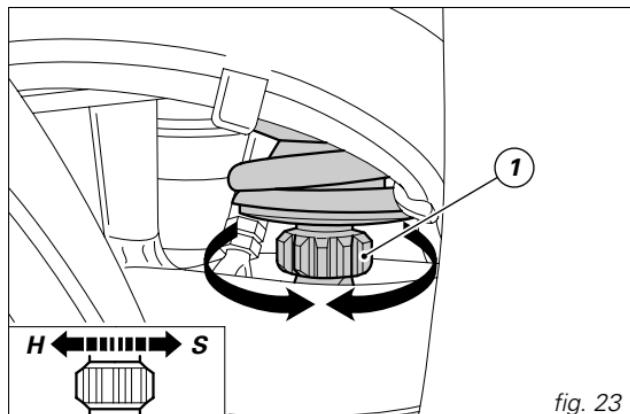
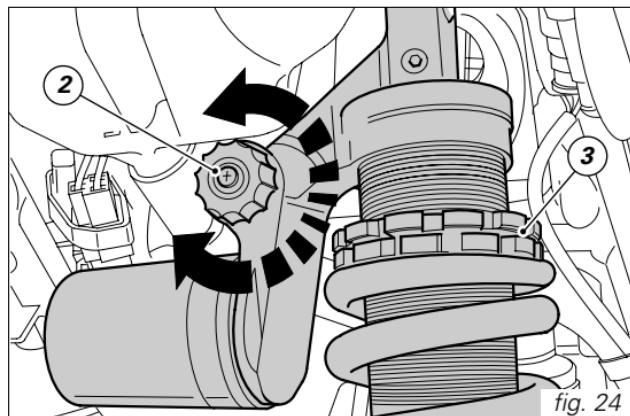

fig. 23
fig. 24
**posteriore** (fig. 23 e fig. 24)